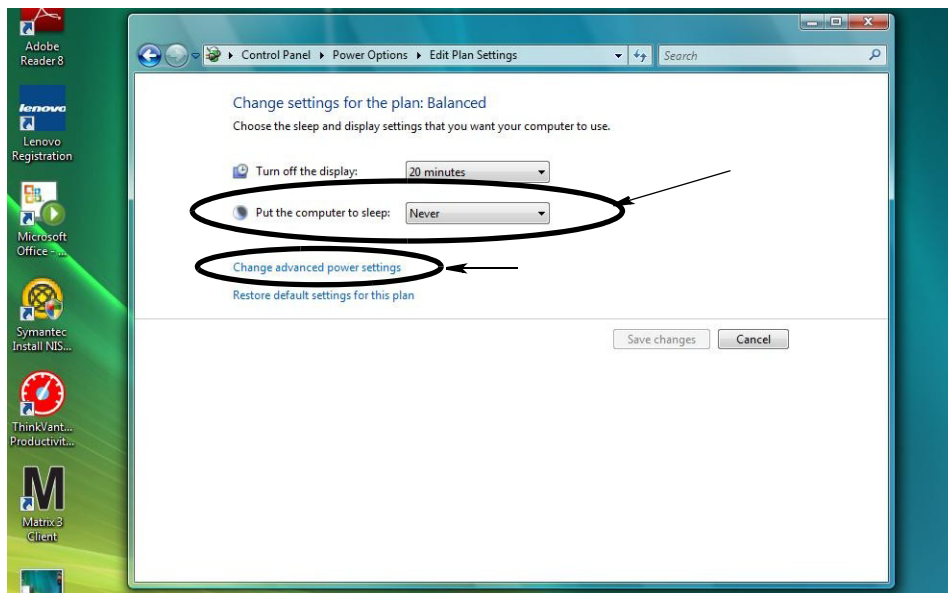

FIG. 35
4. Wijzig het veld “Computer in slaapstand zetten” op NOOIT. Selecteer vervolgens “Geavanceerde energie-instellingen wijzigen” (FIG. 35).